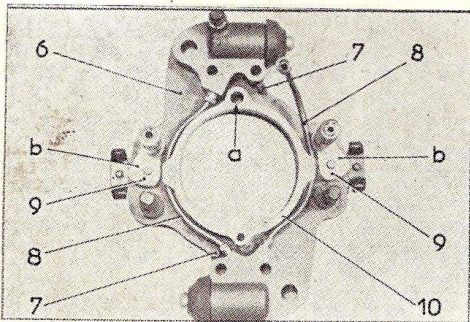

Fig. F.3.
Monter les tubes de liaison (fig. F.3) sur les cylindres de roue.
NOTA : Orienter les leviers (9) pour que la partie la plus excentrée « b » par rapport à l'axe du galet, soit dirigée vers l'âme du segment de frein (fig. F.3).